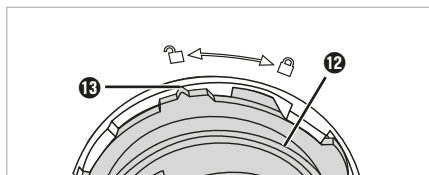

Fig. 6
- 6) Rotullojeni mbajtësen 12 në kahun e kundërt të akrepave të orës derisa shenja 13 në mbajtësen 12 të tregojë simbolin  në enën e brumit 15 (Fig. 6). Hiqni mbajtësen 12 së bashku me boshtin e brumit 10.